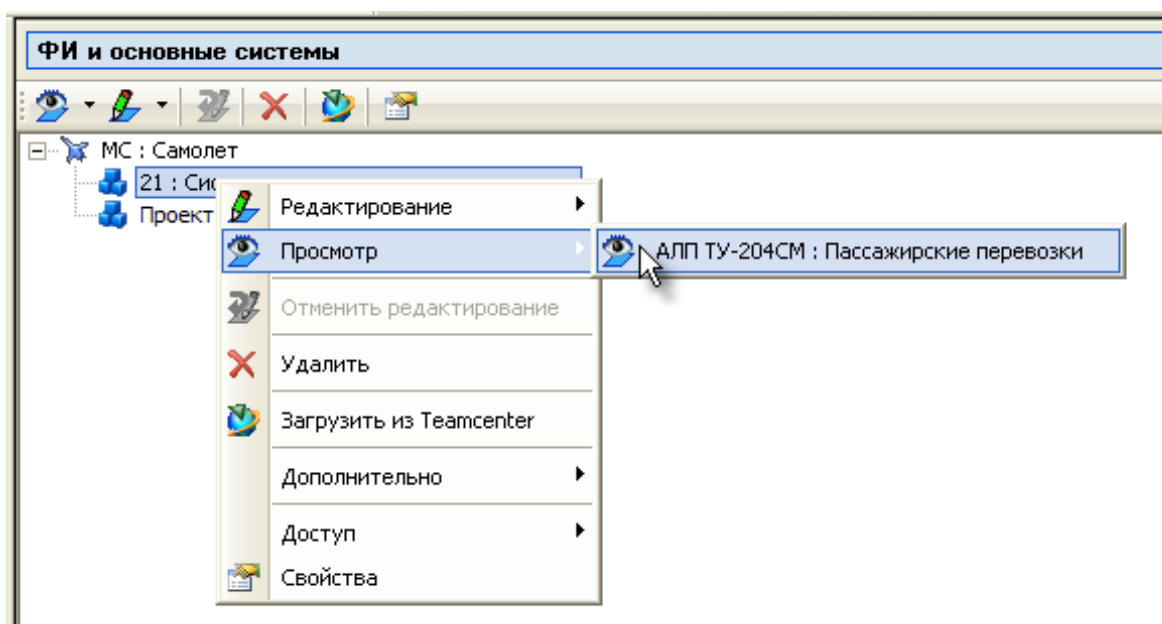

Рис. 1-6
- В контекстном меню выделенной системы выберите пункт **Просмотр**, затем в появившемся меню выберите анализируемый проект АЛП (рис. 1-6).